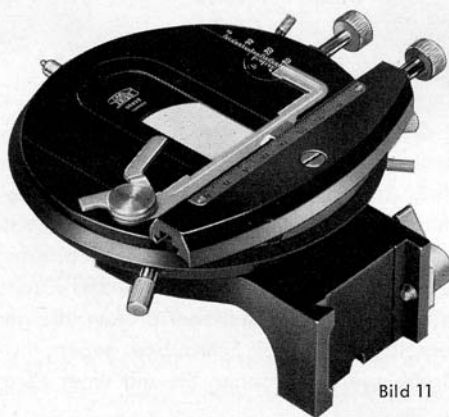

Bild 11
4.2 Runder, dreh- und zentrierbarer Kreutztisch (Bild 11)